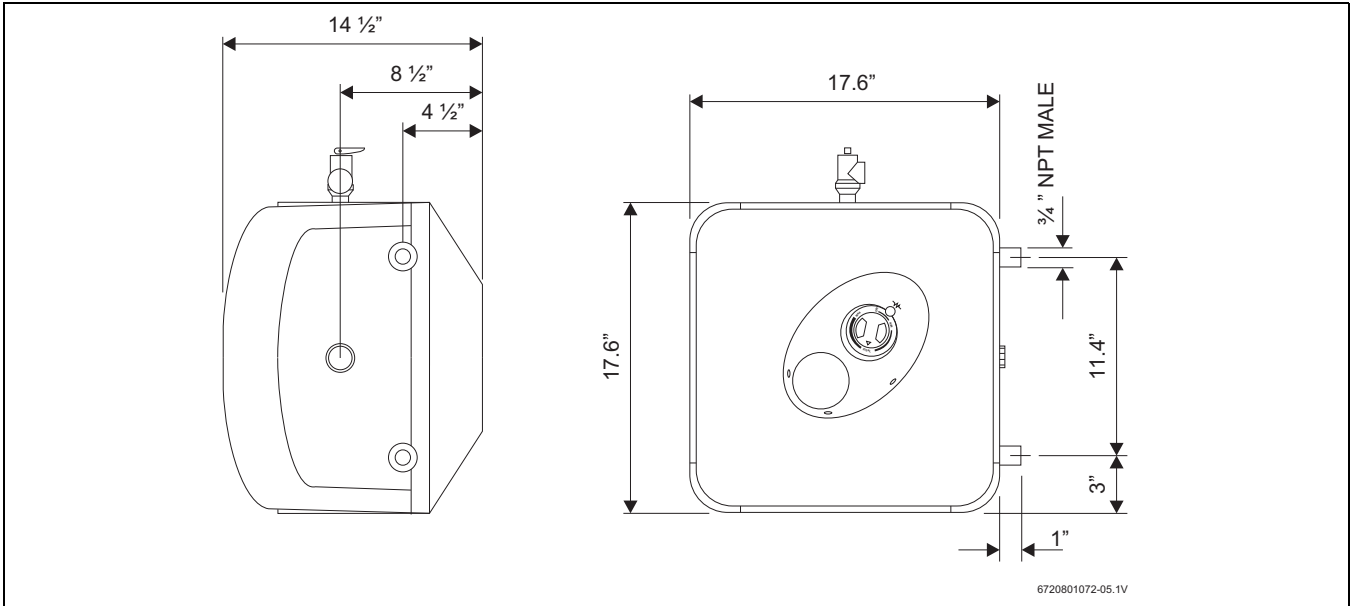

Fig. 7
- La válvula de alivio de temperatura y presión suministrada deberá instalarse en la parte superior. En la fig. 7 puede ver la ubicación de la válvula de alivio de T y P.